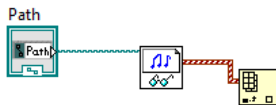

Рис.10.1. Підключення Index Array
5. BD – додати Index Array. Виконати підключення рис.10.1